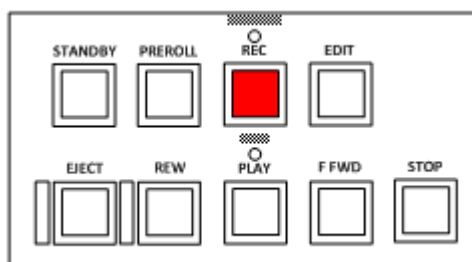

Рис. 9. Клавиши управления лентопротяжным механизмом
- Группа клавиш управления лентой (Рис. 9).